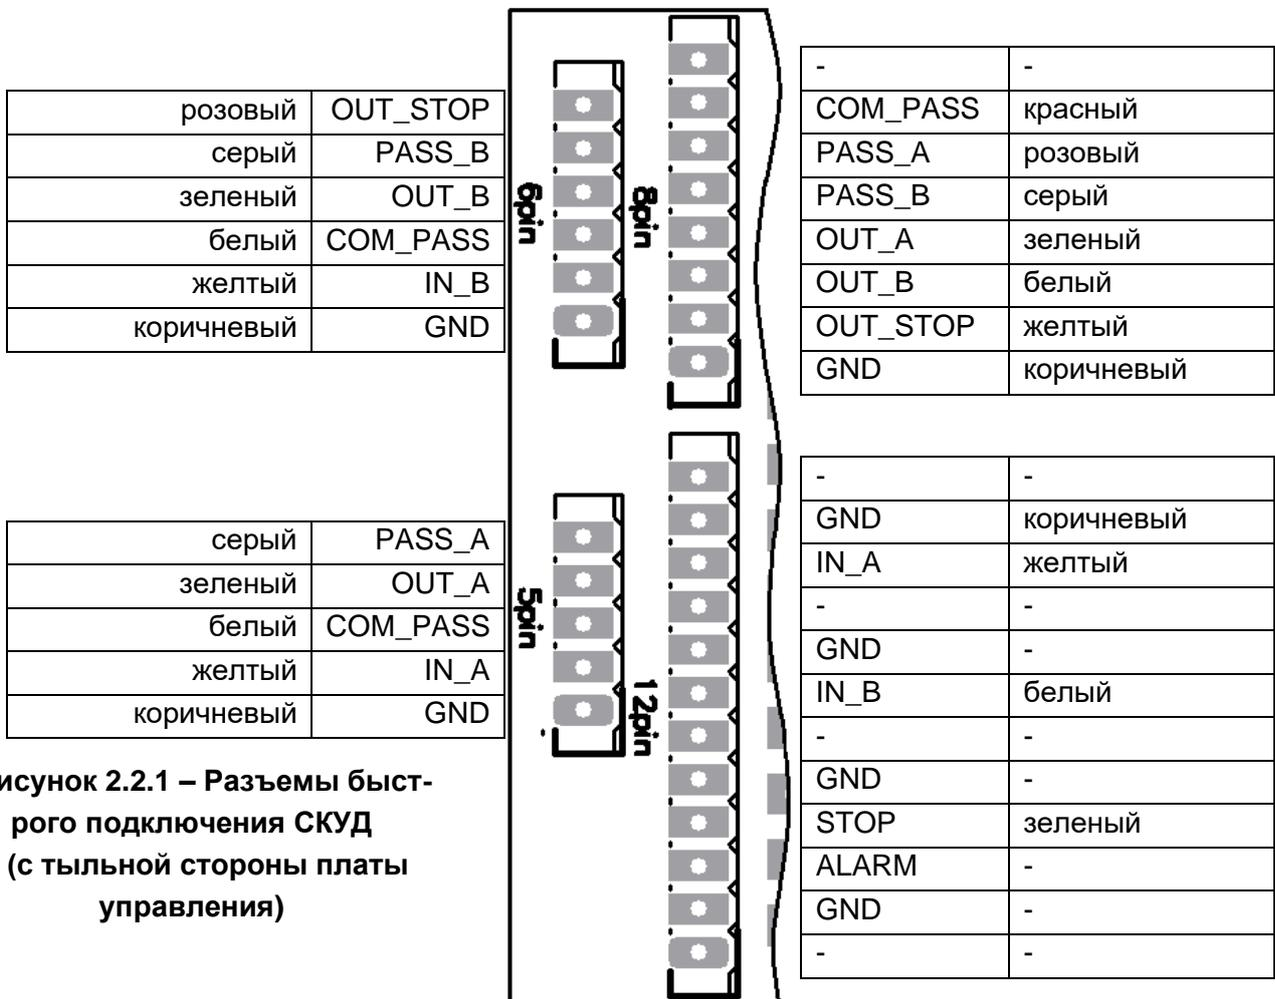

Рисунок 2.2.1 – Разъемы быстрого подключения СКУД (с тыльной стороны платы управления)
- Контроллер СКУД может подключаться как к клеммам платы управления турникета, так и к разъемам быстрого подключения (5 pin + 6pin, 8 pin + 12 pin) (рисунок 2.2.1).